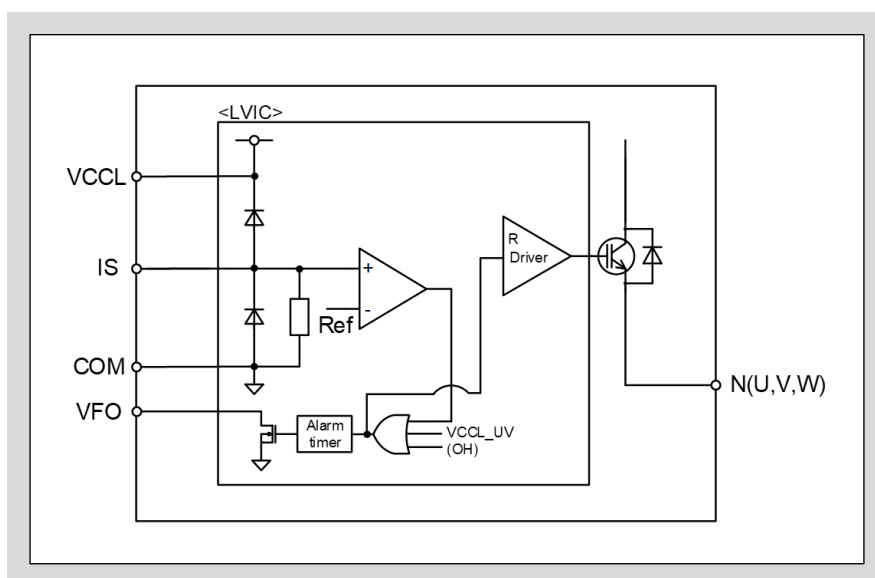
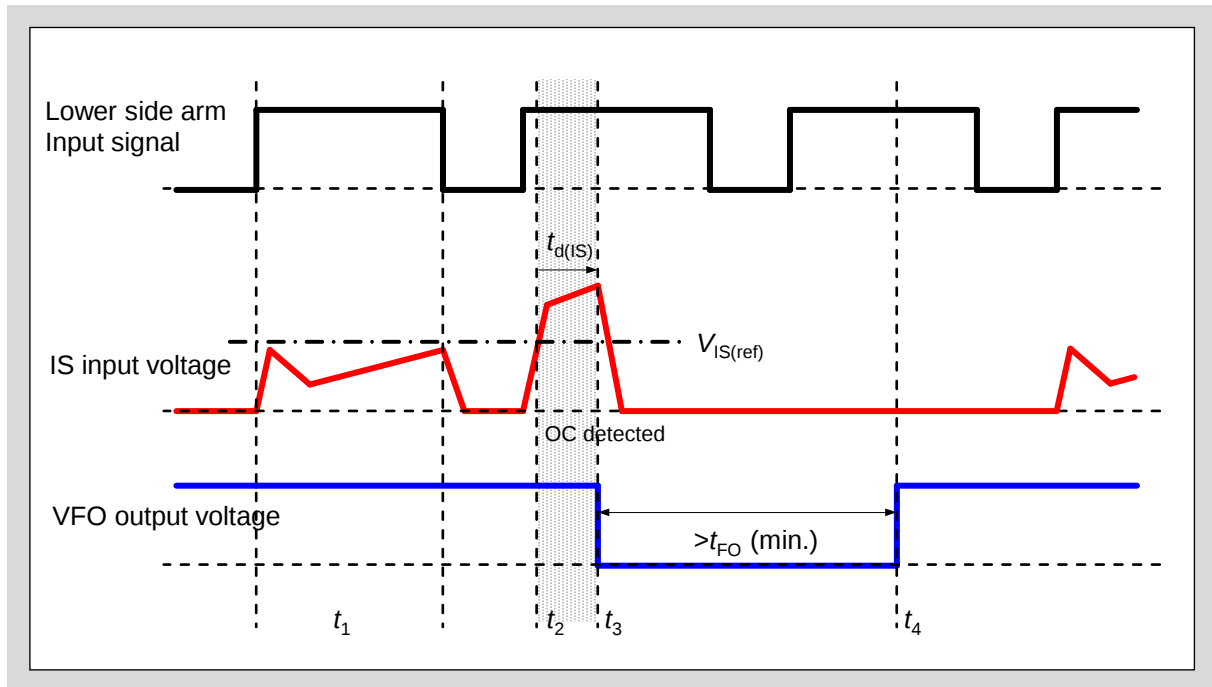

図3-19 過電流検出IS端子回路図
図3-20 過電流保護動作シーケンス
- 図3-19に過電流検出入力のIS端子回路ブロック、図3-20に過電流保護動作シーケンスを示します。
- 図3-19に示すようにVCCL-ISとIS-COM端子間にダイオードが接続されています。このダイオードは、本製品をサージ入力から保護するためのものであるため、電圧クランプダイオードとして使用しないでください。本製品が破壊する恐れがあります。